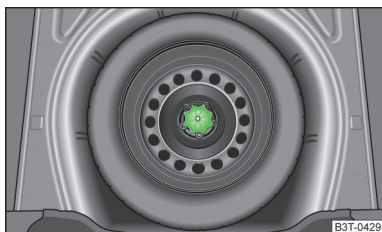

Fig. 135
La rueda de repuesto se encuentra en una cavidad debajo de la moqueta del maletero y está fijada con una tuerca especial » fig. 135.
- Desenrosque la tuerca » fig. 135 en el sentido contrario a las agujas del reloj.
- Enrosque la tuerca » fig. 135 en el sentido de las agujas del reloj hasta que la rueda está fijada seguramente.